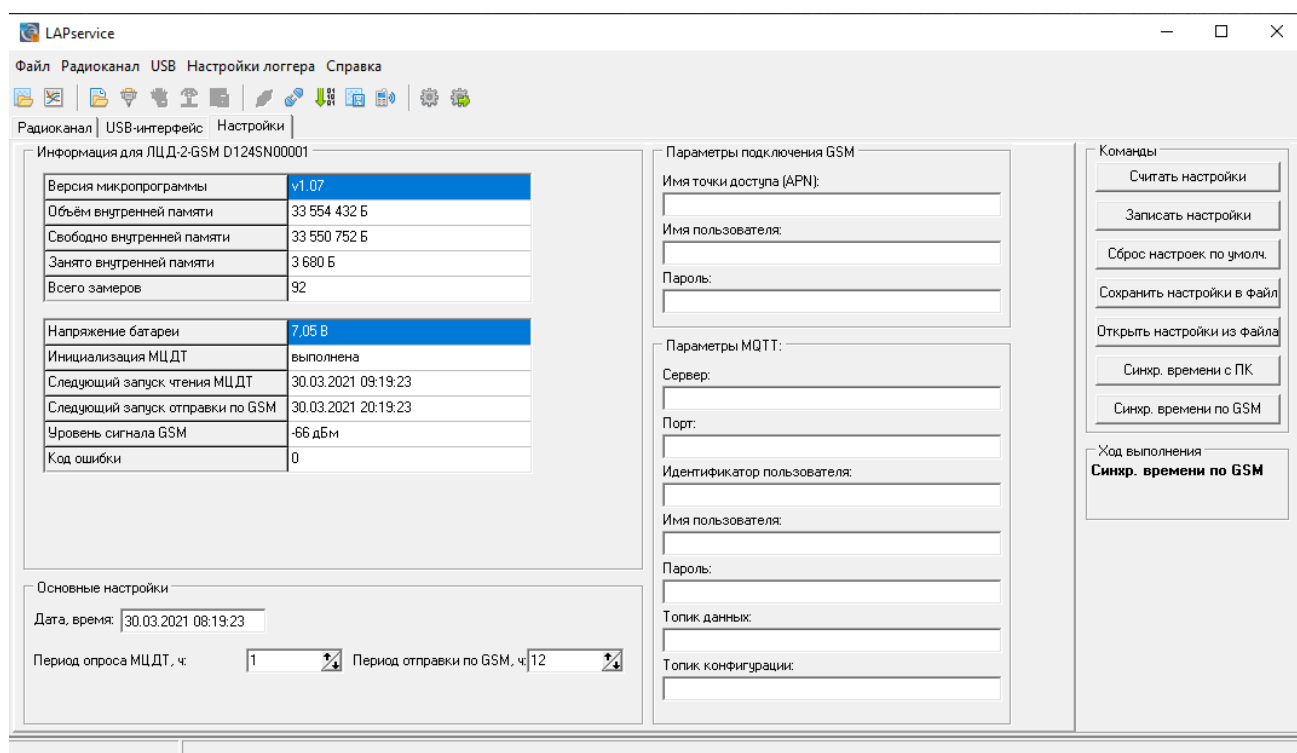

Рисунок 8
2.4.1.10 Во вкладке «Настройки» основного окна программы «LAPservice» отображается подробная информация о текущем состоянии логгера, о текущих настройках, зависящих от исполнения логгера, и кнопки для отправки команд на логгер (Рисунок 8).